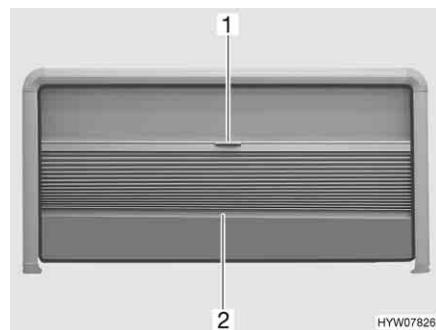

Fig. 38 Finestra apribile
- Afferrare la tendina oscurante pieghevole al centro dell'asta di chiusura (Fig. 38,2) e tirare delicatamente verso il basso.
- Tenere la parte centrale dell'asta di chiusura (Fig. 38,2) della tendina oscurante pieghevole e spingere quest'ultima verso l'alto con cautela.
- Tirare la zanzariera a rullo verso il basso utilizzando la maniglia (Fig. 38,1).
- Spingere la zanzariera a rullo completamente verso l'alto utilizzando la maniglia (Fig. 38,1).